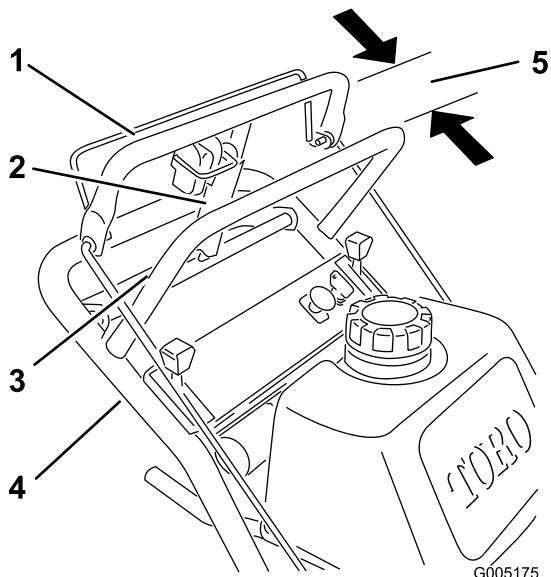

Figura 34
1. Verifique a folga entre a barra de controlo superior e a barra fixa com a transmissão da roda totalmente engatada. Certifique-se de que a folga é de cerca de 25–32 mm (Figura 34).